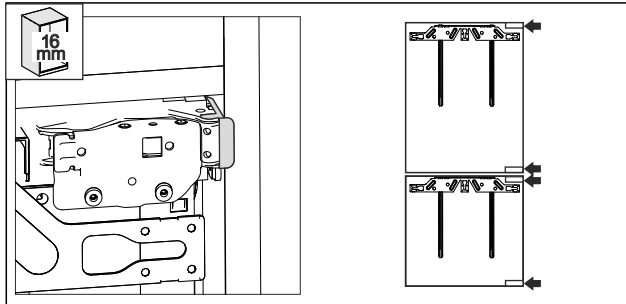

Fig. 57
- 16 mm dicke Möbelseitenwand: die Distanzteile liegen scharnierseitig an der Seitenwand der Möbelnische an. Fig. 57 ()